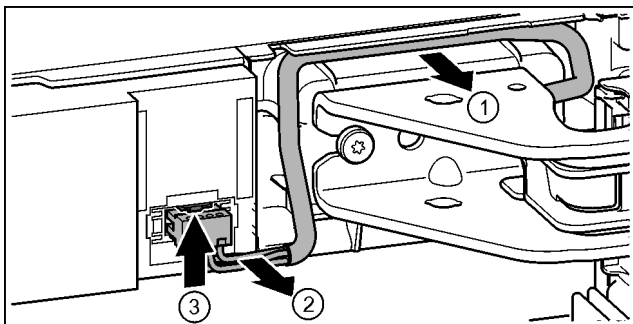

Fig. 23
- Óvatosan vegye ki a csapágyblokk feletti kábelt a vezető-sínből. Fig. 23 (1)
- Óvatosan húzza ki a kábelpázmákat a csatornából. Fig. 23 (2)
- Nyomja felfelé a fedőlemezt, és óvatosan húzza ki a dugót. Fig. 23 (3)